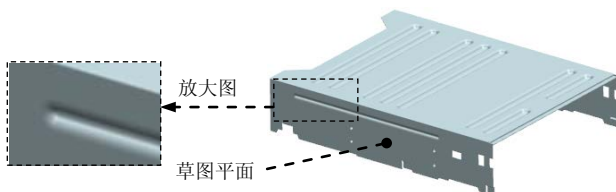
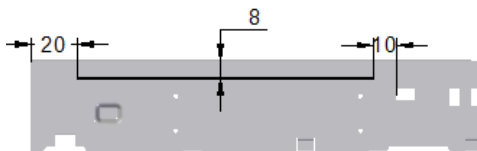

图 8.8.55 加强筋特征 2
图 8.8.56 截面草图
Step23. 创建图 8.8.55 所示的加强筋特征 2。
(1) 选择命令。在“主页”功能选项卡“钣金”工具栏中单击  按钮, 选择  加强筋命令。
(2) 绘制加强筋截面草图。选取图 8.8.55 所示的模型表面为草图平面, 绘制图 8.8.56 所示的截面草图。